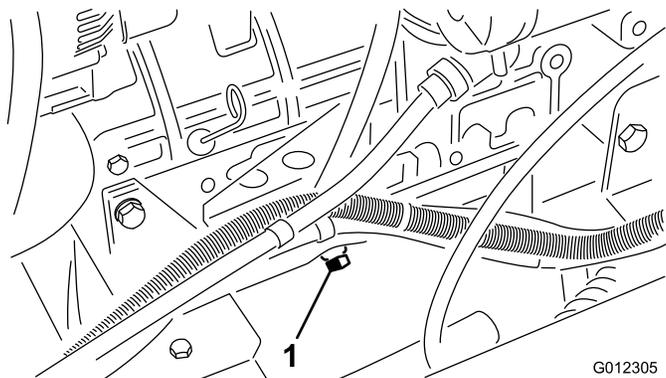

Bild 31
1. Entfernen Sie die Ablassschraube (Bild 31) und lassen Sie das Öl in die Auffangwanne ab.